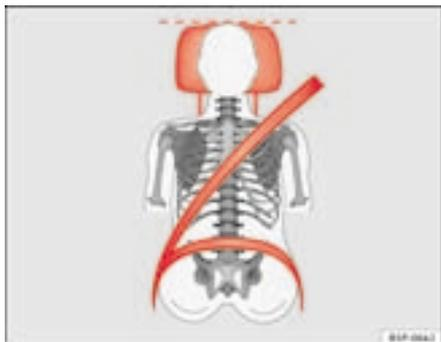

Fig. 12 Cintura di sicurezza e poggiatesta (visti da davanti) posizionati correttamente
- Il nastro diagonale della cintura deve passare all'incirca al centro della spalla. La cintura di sicurezza deve aderire bene alla parte superiore del corpo ⇒ fig. 12.